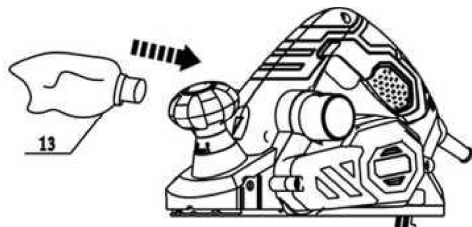

Fig. 3
- Allineare il connettore del contenitore della polvere (13) con la porta di estrazione della polvere sul lato dell'apparecchio e inserirlo al suo interno finché non si blocca (Fig. 3).
- Per rimuovere il contenitore della polvere (13), estrarre il connettore con un movimento rotatorio.